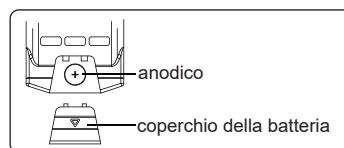

Fig.1
1. Inserire la batteria CR2032 nell'altimetro con il polo positivo rivolto verso l'esterno (Fig.1).